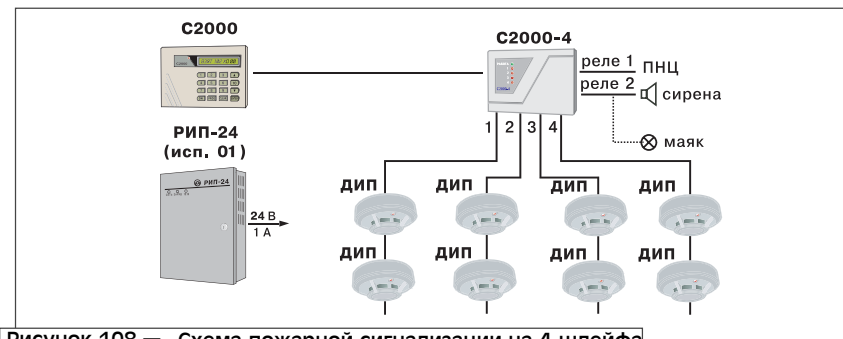

Рисунок 108 — Схема пожарной сигнализации на 4 шлейфа
4.1 МАЛЫЙ ОБЪЕКТ (4 ШС) (РИСУНОК 108)